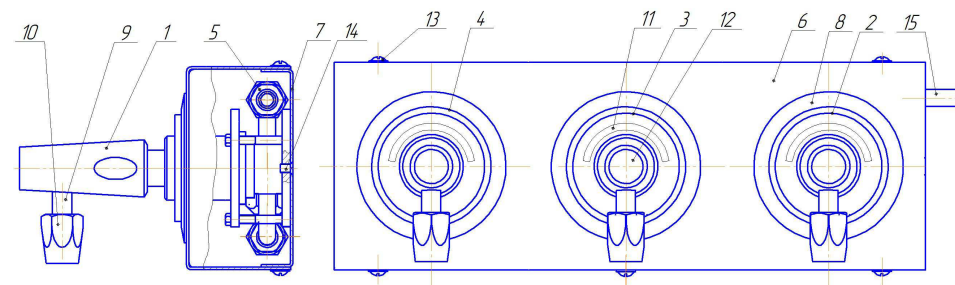

Рис.1 СКБ-1 ДЖЕТ 398 00 00 00
4.1 СКБ-1 в сборе (см. рис.1) состоит из трех штекеров газовых 1, трех клапанов газовых 2,3,4, коробки монтажной, состоящей из крышки 6 и основания 7
4.6. Для выключения СКБ-1 необходимо нажать до упора на соответствующую планку запорную 8 (см. рис.1) и вынуть штекер газовый 1 из клапана газового.
5.1 Для установки СКБ-1 см. рис.1 необходимо: